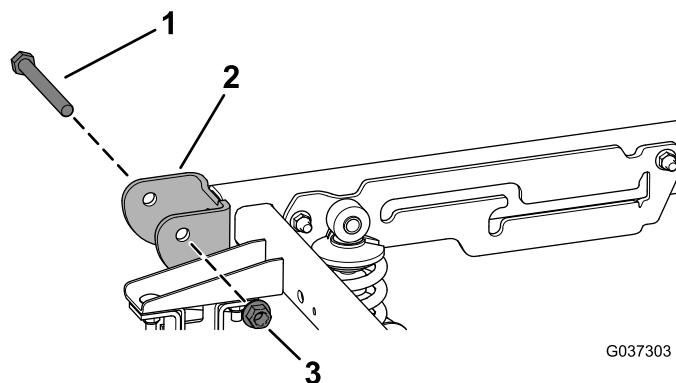

Bild 3
3. Entfernen Sie die beiden Lagerschrauben ($\frac{1}{2}$ " x $4\frac{1}{2}$ ") und die beiden Sicherungsmuttern ($\frac{1}{2}$ ") aus der Schwenkhalterung an der Rückseite der Maschine (**Bild 3**).